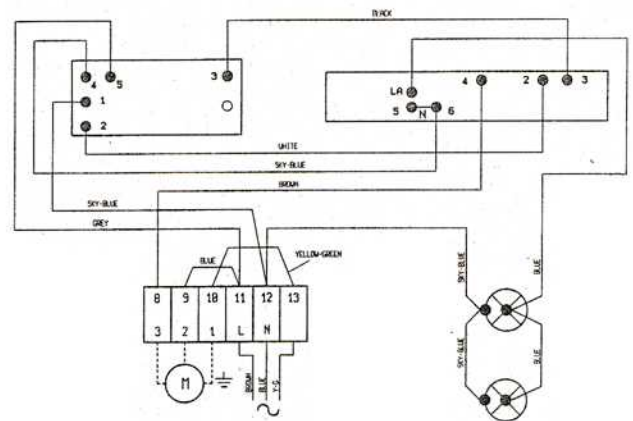

Fig. 4
- Proceder al conexionado del elemento extractor, situado en el conducto de evacuación o en el tejado de la casa, a la ficha de conexión de la campana (Esquema eléctrico de la Fig. 4).